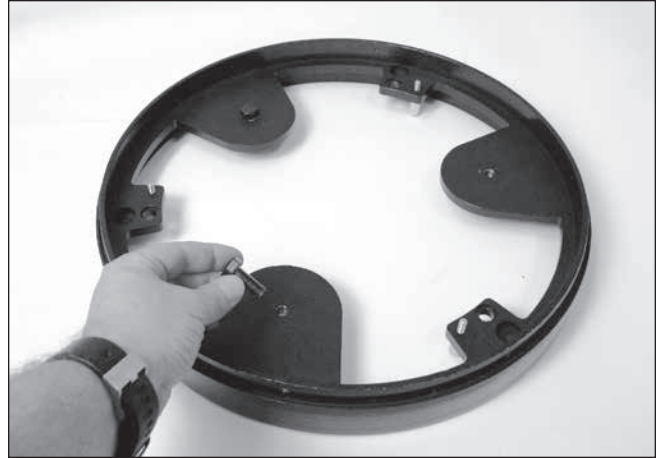

Figura 19. Avvitare i tre bulloni di montaggio dei contrappesi nei fori dell'anello di chiusura posteriore e stringerli saldamente con una chiave.
2. Infilare i tre bulloni di montaggio dei contrappesi nei rispettivi fori sull'anello di chiusura posteriore, come mostrato in **Figura 19**. La testa dei bulloni deve essere vicina allo specchio primario, mentre l'estremità filettata dei bulloni deve sporgere verso l'esterno, sullo stesso lato della struttura di supporto delle manopole di collimazione. Usare una chiave regolabile o una chiave a mezzaluna da 16 mm per serrare saldamente i bulloni.